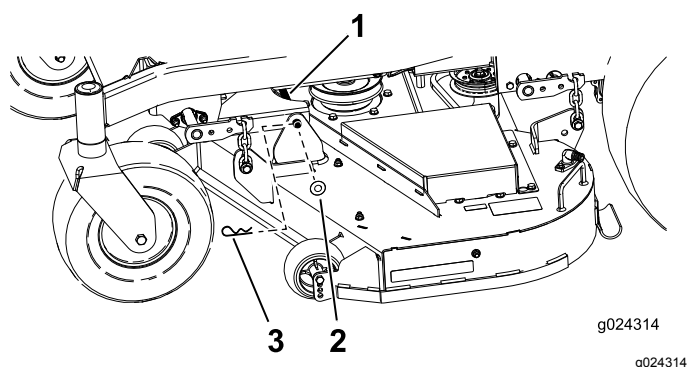

Figure 75
1. Retirez la goupille fendue et la rondelle qui fixent la longue barre de liaison au cadre et au plateau, et enlevez la barre de liaison (Figure 75).
9. Fixez la barre de liaison avec les goupilles fendues et les rondelles retirées précédemment (Figure 75).